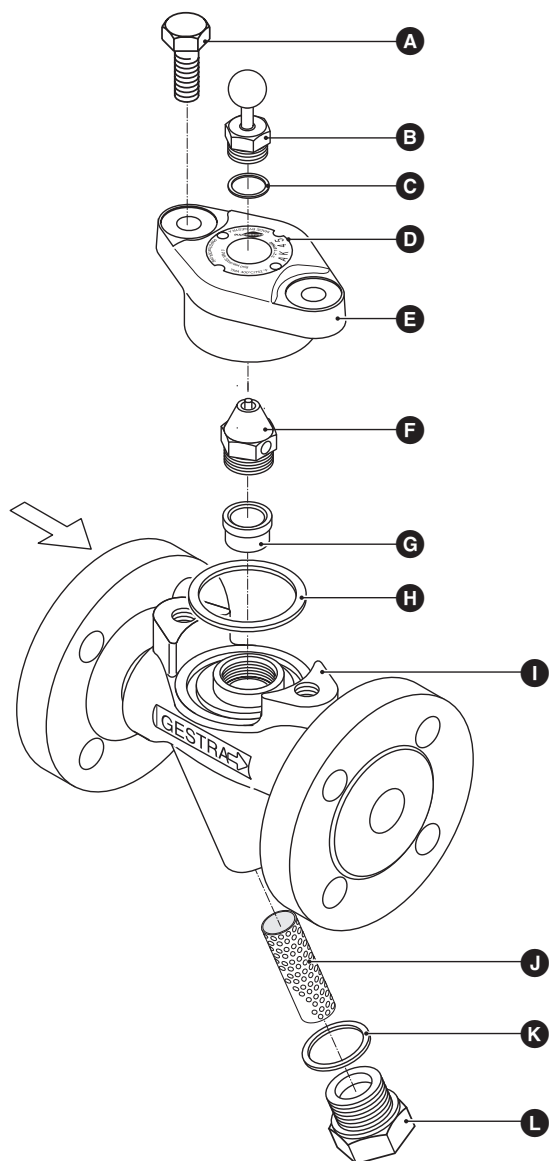

Fig. 2
2. Lossa skruvarna **A** och lyft bort locket **E** från huset **I**. **Fig. 2**